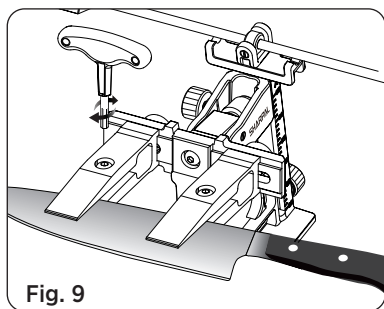

Fig. 9
3. Regolare la posizione della lama in modo che la distanza dall'estremità di ciascun morsetto al filo di taglio sia uguale per entrambi i morsetti. Una volta regolata correttamente la posizione della lama, serrare saldamente le viti di fissaggio di entrambi i morsetti utilizzando la chiave. (Vedi Fig. 9)